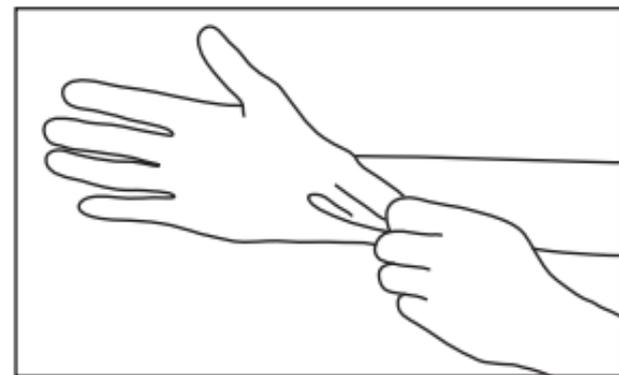

Fig. 10
1) Portez toujours des gants, un masque et des lunettes de protection pour des raisons de sécurité et réduire le risque d'infection. (Fig. 10)